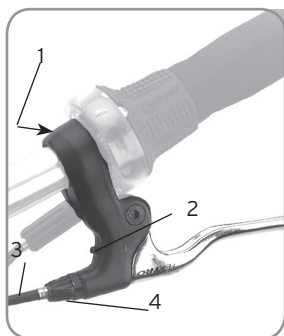

Figure 26. Boulon de serrage du levier de frein, type montagne
1. Localisez la vis de réglage de la course (figure 26) et tournez-la.